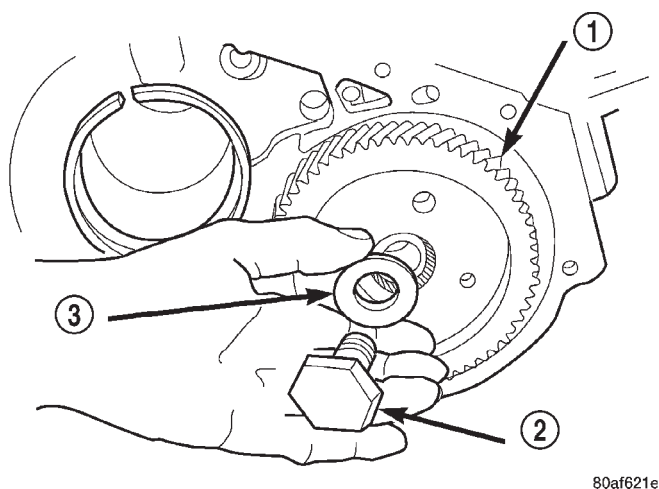
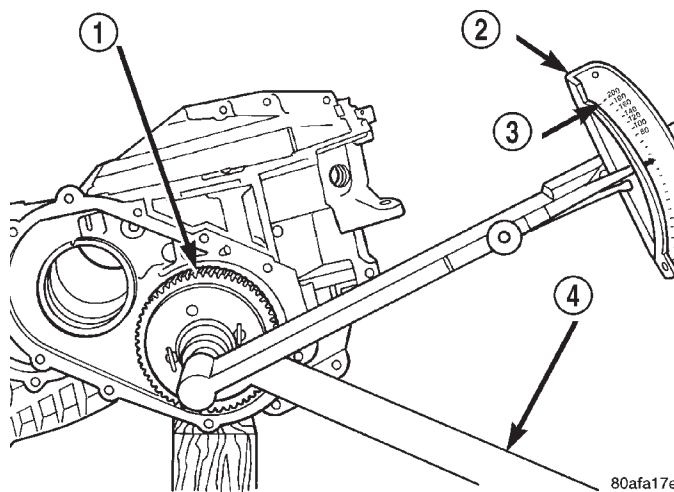

Fig. 97 Perno y arandela del engranaje transmisor
Fig. 98 Apriete el engranaje transmisor con una torsión de 271 N·m (200 lbs. pie)
(16) Instale un perno y arandela NUEVOS de retención del engranaje transmisor (Fig. 97). Con la herramienta 6259, instale el perno de retén del engranaje transmisor y apriételo con una torsión de 271 N·m (200 lbs. pie) (Fig. 98).